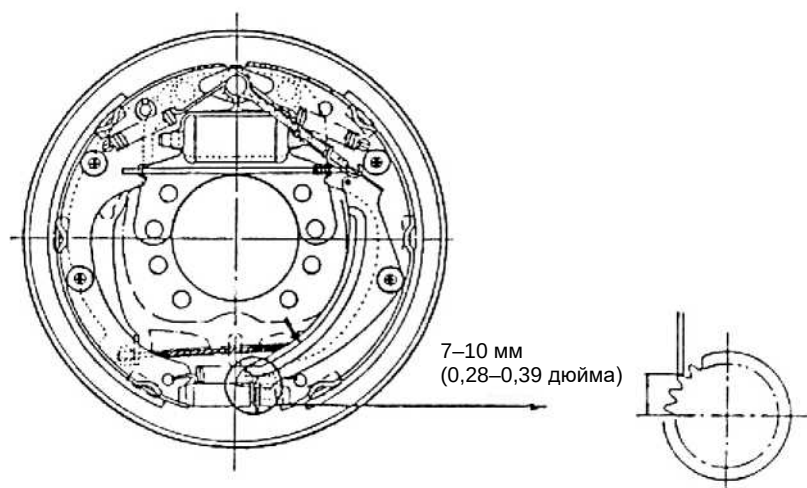
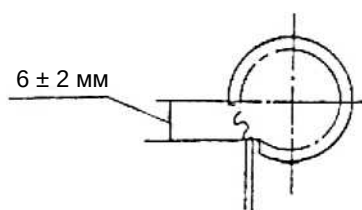

Рис. 8-26
Рис. 8-27
(1) Сначала подгоните диаметр тормозной колодки к указанному в спецификации установочному размеру. Потяните регулирующий рычаг рукой, чтобы повернуть регулятор в направлении, указанном стрелкой на рис. 8-26. Если рычаг отпустить, регулирующий рычаг вернется в исходное положение без вращения шестерни регулятора.
б) Правильно ли расположен регулировочный рычаг и регулировочная шестерня, см. рис. 8-26 (2 т), рис. 8-27 (3-3,8 т), если есть необходимость, замените детали. Также проверьте, соприкасаются ли рычаг и шестерня.